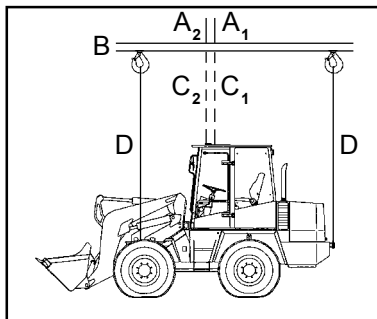

Bild 7-4
- Der Aufnahmepunkt ((7-4/A₁ - Gerät ohne Standardschaufel) bzw. (7-4/A₂ - Gerät mit Standardschaufel)) des Tragmittels (7-4/B) muß genau senkrecht über dem Schwerpunkt (7-4/C₁ bzw. 7-4/C₂) des Gerätes liegen (siehe Bild 7-4), damit sich das Lastaufnahmemittel **waagrecht** über der Längsmittelachse des Gerätes befindet.
- Le point de levage (7-4/A1 sans le godet standard et 7-4/A2 avec le godet standard) du moyen de levage (7-4/B) doit être exactement à la verticale du centre de gravité (7-4/C1 resp. 7-4/C2) de la machine (voir figure 7-4), de manière à ce que le moyen de levage soit **horizontal** et parallèle à l'axe longitudinal de la machine.
- The lifting point ((7-4/A1 - loader without standard bucket) or (7-4/A2 - loader with standard bucket)) of the lifting device (7-4/B) must be located vertically and directly above the center of gravity (7-4/C1 or 7-4/C2) of the loader (see fig. 7-4) so that the lifting device is located **horizontally** above the longitudinal axis of the loader.